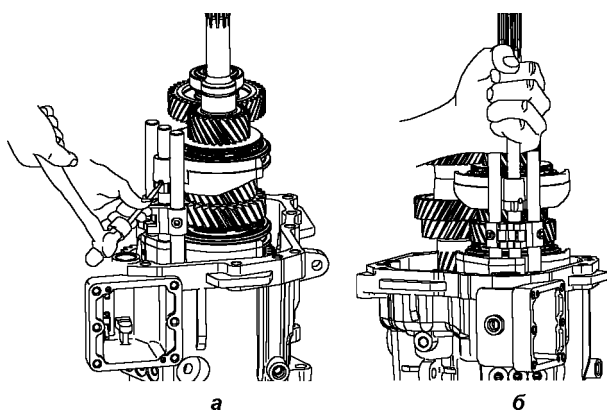

Рис. 6.12. Снятие и установка штоков переключения передач
11. Используя бородок с тонким цилиндрическим концом, выпрессуйте блокировочные штифты вилки переключения передач (рис. 6.12 а). Снимите штоки переключения передач (рис. 6.12 б).